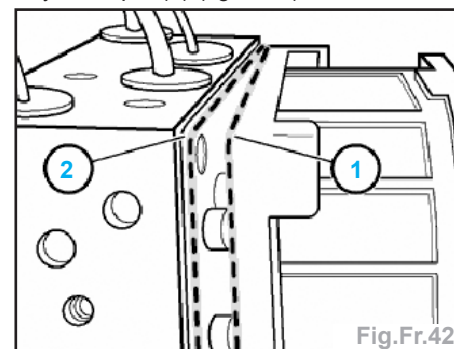

Fig.Fr.42
- Nettoyer la portée de joint (1) sans utiliser d'outils tranchants ni de détergents agressifs.
- Contrôler l'état des languettes de contact (2) (corrosion etc.).
**Impératif** : si la portée de joint (1) ou les languettes de contact (2) sont endommagées, remplacer le groupe hydraulique.
- Le rebord du boîtier électronique (1) doit glisser sur l'épaulement du groupe hydraulique (2) (fig.Fr.42).